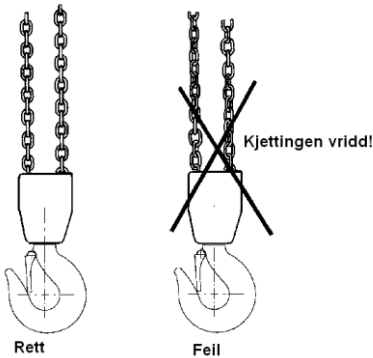

Fig. 3: Kjettingen må ikke være vridd
- Lastekjettingen må ikke ha knekk eller være vridd. For flerparts kjettingtaljer er det fare for at kjettingen blir vridd ved at underblokken vris gjennom kjettingslyngen. Dette skjer vanligvis ved ommontering eller flytting av kjettingtaljen mellom ulike arbeidssteder. Se fig. 3.